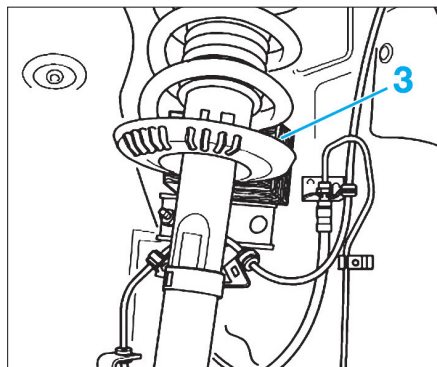

FIG. 4
- Basculer la jambe de force vers l'extérieur et la soutenir par ex. au moyen d'un tasseau (3) en tirant simultanément le demi-arbre de roue hors du roulement de roue et l'extraire vers l'extérieur (Fig.4).